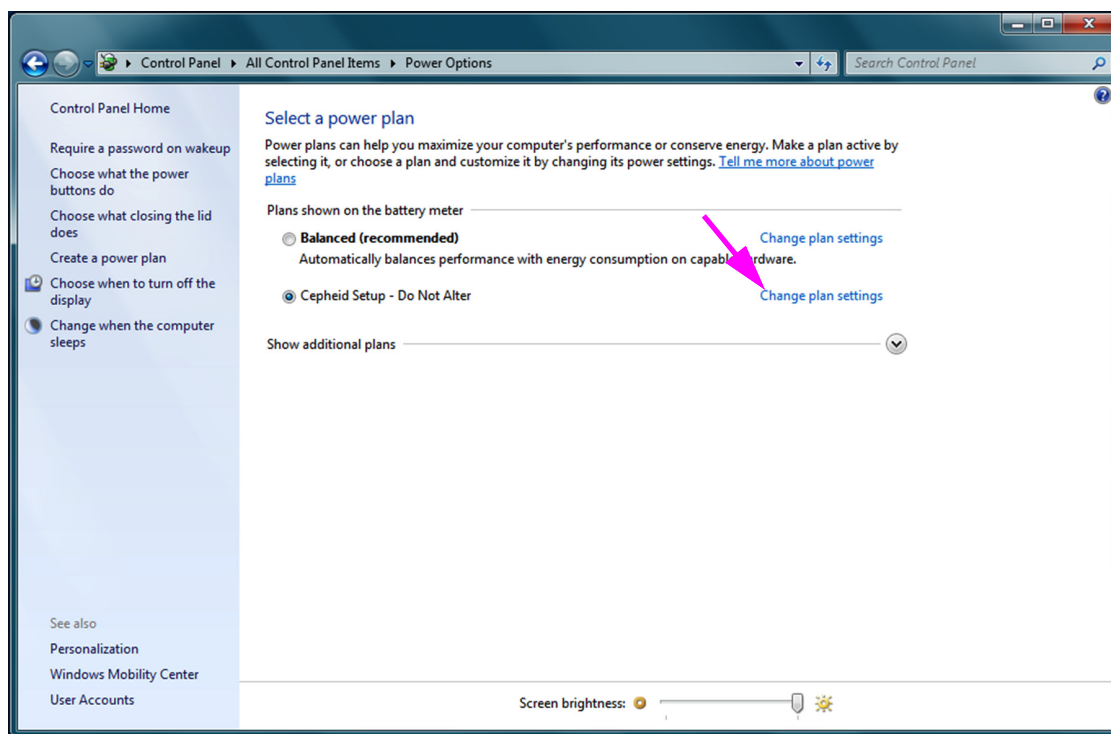
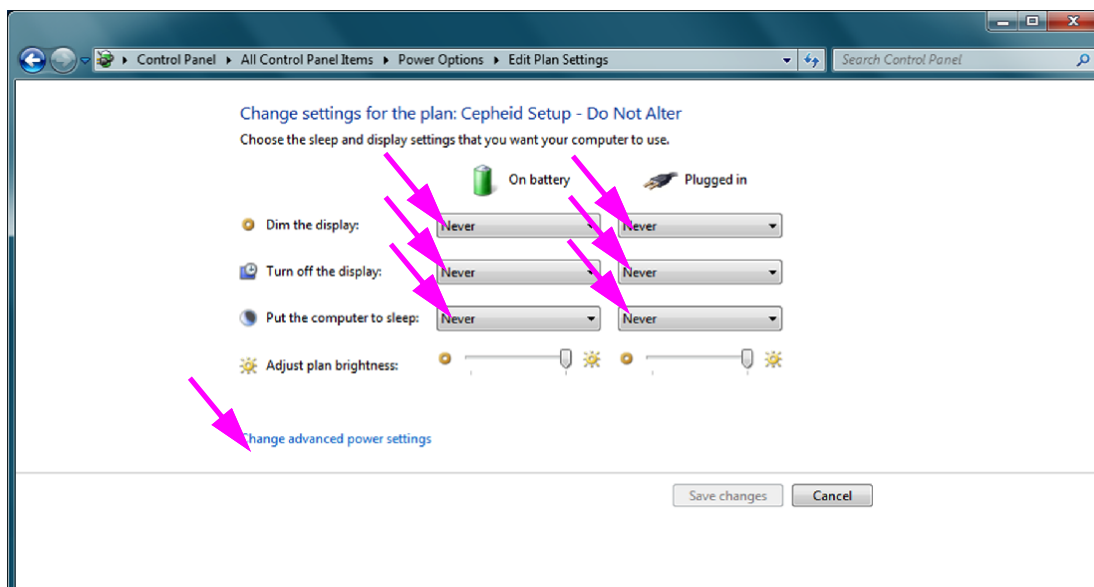
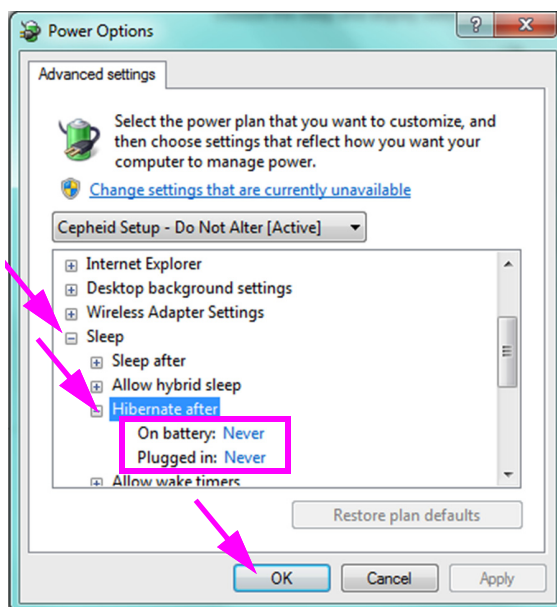
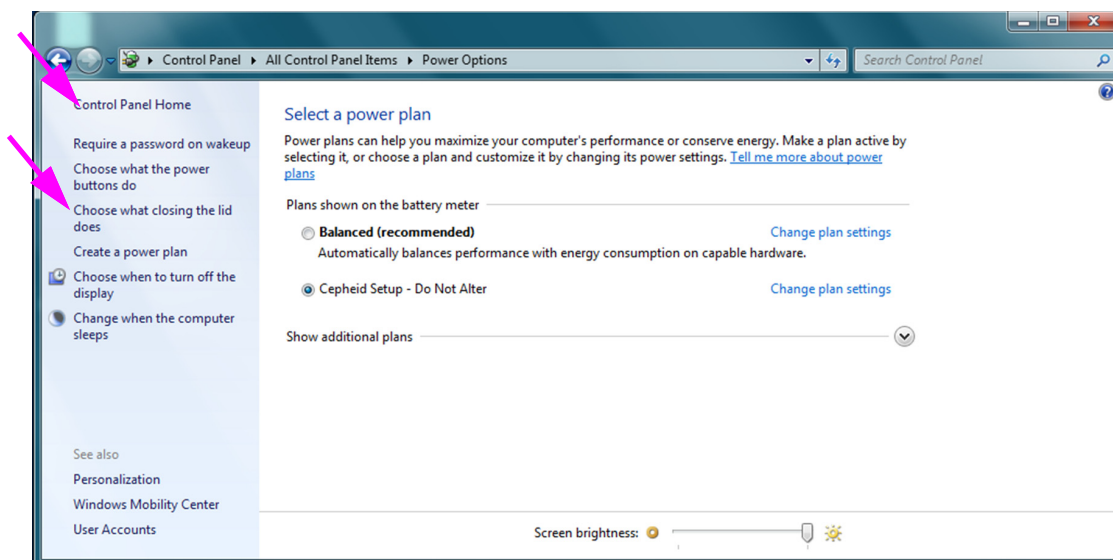

Figura 2-19. Ventana Power Options (Opciones de energía)
Figura 2-20. Ventana Edit Plan Settings (Editar la configuración del plan)
Figura 2-21. Ventana Power Options - Advanced settings Window (Opciones de energía: Configuración avanzada)
Figura 2-22. Ventana Power Options (Opciones de energía)
Consulte la figura 2-19. Aparece la ventana Edit Plan Settings (Editar la configuración del plan). Consulte la figura 2-20.
4. Asegúrese de que las opciones **Dim the Display** (Atenuar la pantalla), **Turn off the display** (Apagar la pantalla) y **Put the computer to sleep** (Poner al equipo en estado de suspensión) estén ajustadas a **Never** (Nunca) en las opciones **On battery** (Con batería) y **Plugged In** (Con corriente alterna). Consulte la figura 2-20.
5. Haga clic en **Change advanced power settings (Cambiar la configuración avanzada de energía)** (consulte la figura 2-20). Aparece la ventana Power Options - Advanced settings (Opciones de energía: Configuración avanzada). Consulte la figura 2-21.
6. En la ventana Power Options - Advanced settings (Opciones de energía: Configuración avanzada), haga doble clic en **Sleep (Suspend)** para expandir la lista, y luego haga doble clic **Hibernate after (Hibernar tras)**. Consulte la figura 2-21.
- A. **Ordenadores de escritorio:** Verifique que el valor de esta **Setting (Configuración)** esté ajustado a cero (0) o a **Never (Nunca)**. En caso contrario, cambie el valor de esta **Setting (Configuración)** a cero (0) o a **Never (Nunca)**.
- B. **Portátiles solamente:** Verifique que los valores **On battery (Con batería)** y **Plugged In (Con corriente alterna)** estén ajustados a **Never (Nunca)**. En caso contrario, haga clic en **On battery (Con batería)** y/o **Plugged In (Con corriente alterna)** y utilice las teclas de flecha arriba/abajo para establecer los valores a cero (0) en la opción seleccionable.
8. Haga clic en **Cancel (Cancelar)** para cerrar la ventana Editar la configuración del plan. Aparece la ventana Power Options (Opciones de energía) (consulte la figura 2-22).
10. **Portátiles solamente:** Haga clic en **Cancel (Cancelar)** para cerrar la ventana Edit Plan Settings (Editar la configuración del plan). Se muestra la ventana Power Options (Opciones de energía) (consulte la figura 2-19).